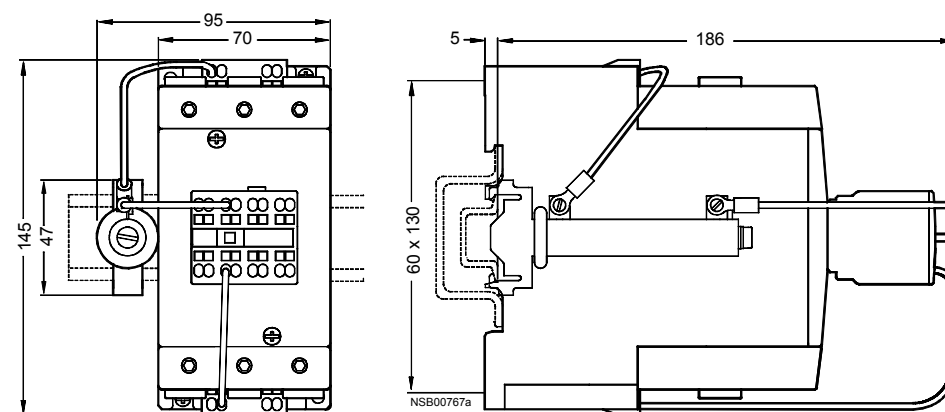

Bild 3-98: 3RT104
- Koppelschütz 3RT10 2. siehe Bild 3-98